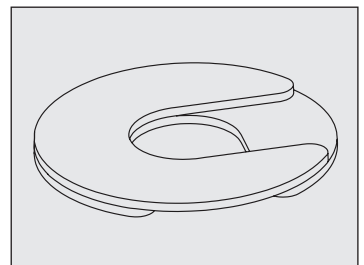

Fig. 10. Instalar varias calzas con ranuras de desplazamiento.
- Si se usa más de una calza, asegúrese de que estén giradas 90° entre sí. Véase la fig. 10.
- **NO** utilice más de cuatro (4) calzas en una misma rueda.